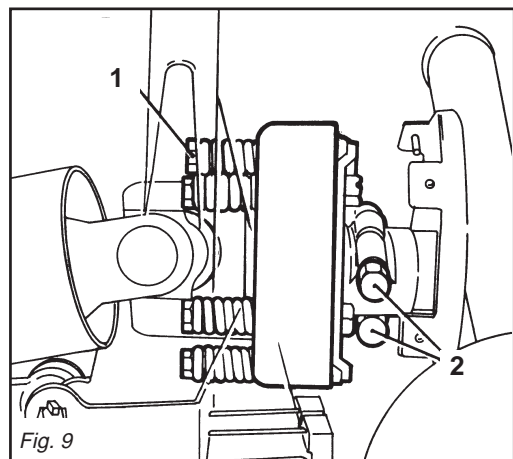

Fig. 9
La frizione è già pre-regolata per uno sforzo medio. Se slitta troppo facilmente (surriscaldandosi) è necessario avvitare uniformemente tutti i dadi (1 Fig. 9) che stringono le molle. Qualora l'albero cardanico abbia il mozzo con bloccaggio a bulloni (2 Fig. 9), assicurarsi che questi siano serrati con forza.
Se la frizione non slitta, svitare uniformemente tutti i dadi (1 Fig. 9) che fissano le molle. Svitare un giro alla volta e verificare la frizione dopo circa 300 metri di lavoro. Se necessario ripetere l'operazione, sempre svitando un giro alla volta. Se la frizione mantiene durante il lavoro una temperatura di circa 40-50 gradi circa significa che è regolata in modo corretto. **Non serrare mai a fondo i dadi, poiché in tal modo si elimina la funzione delle molle e dunque della frizione a danno degli organi di trasmissione.**
*The clutch is already pre-adjusted for average stress. If it slips too easily (and overheats), it will be necessary to evenly tighten all the nuts (1 Fig. 9) that retain the springs. If the supplied cardan shaft has a bolt-locked hub (2 Fig. 9), check that these bolts are fully tightened.*
*If the clutch does not slip, evenly unscrew all the spring fixing nuts (1 Fig. 9). Unscrew one turn at a time and check the clutch after having worked about 300 meters. Repeat the operation if necessary, remembering to unscrew one turn at a time.*
Die Kupplung ist auf eine mittlere Beanspruchung voreingestellt. Wenn die Kupplung zu schnell schlupft (Überhitzung), muß man alle Muttern (1 Abb. 9), die die Federn spannen, noch weiter anziehen. Sollte die mit dem Gerät gelieferte Gelenkwelle eine mit Schraubbolzen blockierte Nabe (2 Abb. 9) haben, sicherstellen, daß diese angezogen sind.
Wenn die Kupplung nicht schlupft, alle Muttern (1 Abb. 9), die die Federn spannen, gleichmäßig lockern. Alle Muttern um eine Umdrehung losschrauben und die Kupplung nach 300 Metern Fahrstrecke prüfen. Den Vorgang falls erforderlich wiederholen, jeweils eine Umdrehung pro Versuch. Wenn die Kupplung während der Arbeit eine Temperatur von circa 40-50°C beibehält, ist sie richtig eingestellt. **Die Muttern nie ganz festziehen, weil dabei die Wirkung die Federn und damit der Kupplung aufgehoben würde, was sich schädlich auf die Getriebeteile auswirken würde.**
*L'embrayage est déjà réglé pour un effort moyen. Lorsqu'il patine facilement (en se surchauffant) il faut visser de manière uniforme tous les écrous (1 Fig. 9) de serrage des ressorts. Si le moyeu de l'arbre à cardans dispose d'un blocage par boulons (2 Fig. 9), assurez-vous que ces derniers sont bien serrés.*
*Si l'embrayage ne patine pas, dévissez de manière uniforme tous les écrous (1 Fig. 9) de fixation des ressorts. Dévissez d'un tour à la fois et vérifiez l'embrayage après environ 300 mètres de travail. Si nécessaire, répétez l'opération en dévissant toujours d'un tour à la fois. Quand l'embrayage maintient une température d'environ 40-50 degrés pendant le travail, cela signifie qu'il est réglé correctement. **Ne serrez jamais à fond les écrous car cela annule la fonction des ressorts et donc de l'embrayage au détriment des organes de transmission.***
El embrague está ya pre-regulado para un esfuerzo medio. Si patina muy fácilmente (recalentándose) es necesario ajustar uniformemente todas las tuercas (1 Fig. 9) que apretan en el resorte. Si el árbol cardánico tiene el cubo con bloqueo de bulones (2 Fig. 9), controlar que estos últimos estén bien ajustados.
Si el embrague no patina, aflojar uniformemente todas las tuercas (1 Fig. 9) que fijan el resorte. Aflojar una vuelta a la vez y controlar el embrague luego de 300 metros de trabajo. Si es necesario repetir la operación siempre aflojando un giro a la vez. Si el embrague mantiene durante el trabajo una temperatura de 40-50 grados significa que está regulado en modo correcto.